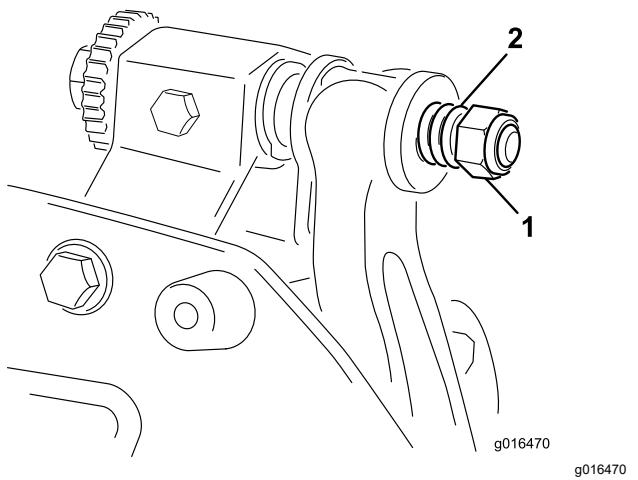

图 26
6. 旋紧弹簧加压螺母直到弹簧完全压紧然后往回松开 $\frac{1}{2}$ 圈图 26。